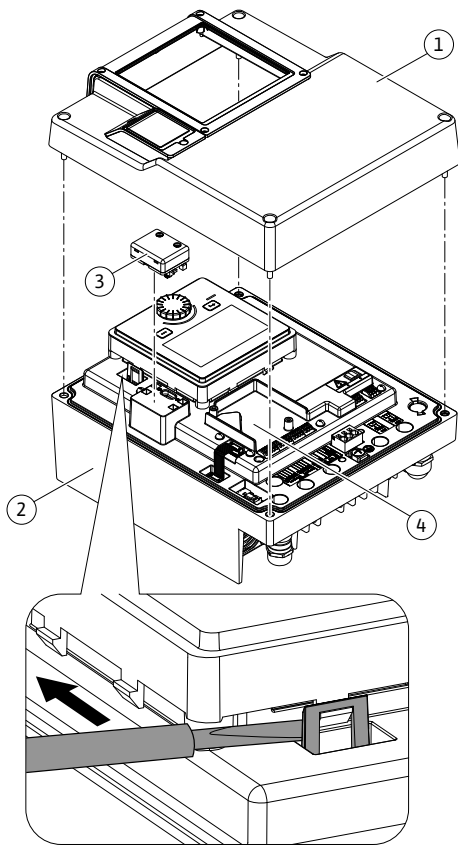
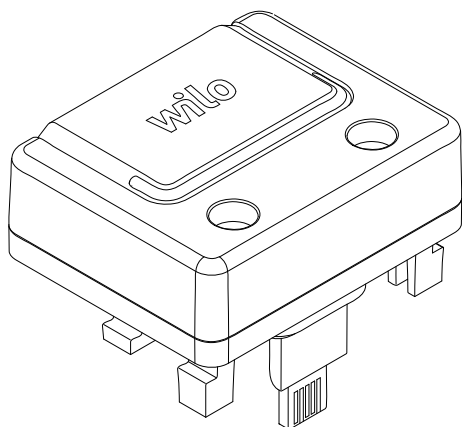

Fig. 25: Módulo eletrônico
Fig. 26: Módulo Wilo-Smart Connect BT
1. Abrir cuidadosamente os ganchos de encaixe (Fig. 25) com uma ferramenta (por exemplo, uma chave de fendas).
A interface Bluetooth do módulo Wilo-Smart Connect BT (Fig. 25, pos. 3, e Fig. 26) é utilizada para ligação a dispositivos terminais móveis, tais como smartphones e tablets. Na aplicação Wilo-Assistant encontra-se a função Wilo-Smart Connect. Com a função Wilo-Smart Connect é possível operar e regular a bomba e ler os dados da bomba. Para regulações, ver capítulo «Arranque» [► 174].
1. Desapertar os parafusos da parte superior do módulo eletrônico (Fig. 25, pos. 1; Fig. I, pos. 2).
3. Inserir o módulo Wilo-Smart Connect BT na interface Wilo-Connectivity prevista. Ver Fig. 25, pos. 3.
Os módulos CIF (acessórios) são utilizados para a comunicação entre as bombas e o BMS. Os módulos CIF estão ligados ao módulo eletrônico (Fig. 25, pos. 4)